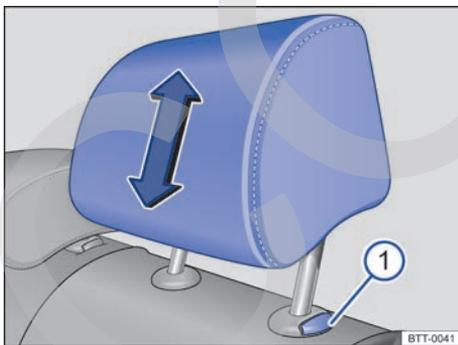

Fig. 63 Desmontaje de los apoyacabezas traseros.
- Extraiga el apoyacabezas completamente a la vez que presiona la tecla → fig. 63 ①.